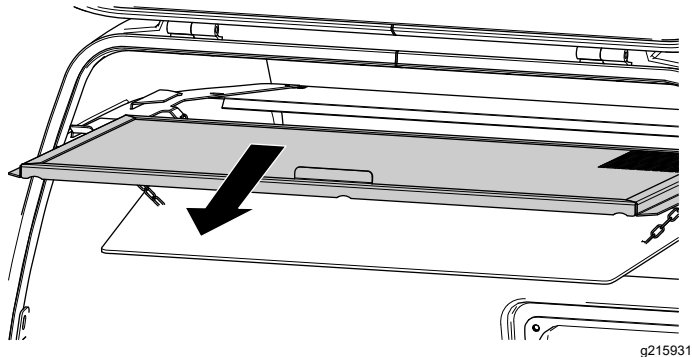

Figura 113
3. Rimuovete la griglia della tramoggia e pulitela (Figura 113).